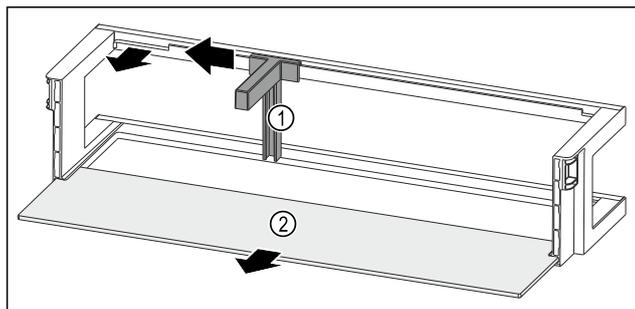

Fig. 116 Balconnet de contre-porte avec porte-bouteilles et tablette de rangement
- ▶ Pousser le porte-bouteilles Fig. 116 (1) sur le côté jusqu'à l'évidement.
- ▶ Retirer le porte-bouteilles Fig. 116 (1).
- ▶ Retirer la tablette de rangement Fig. 116 (2).